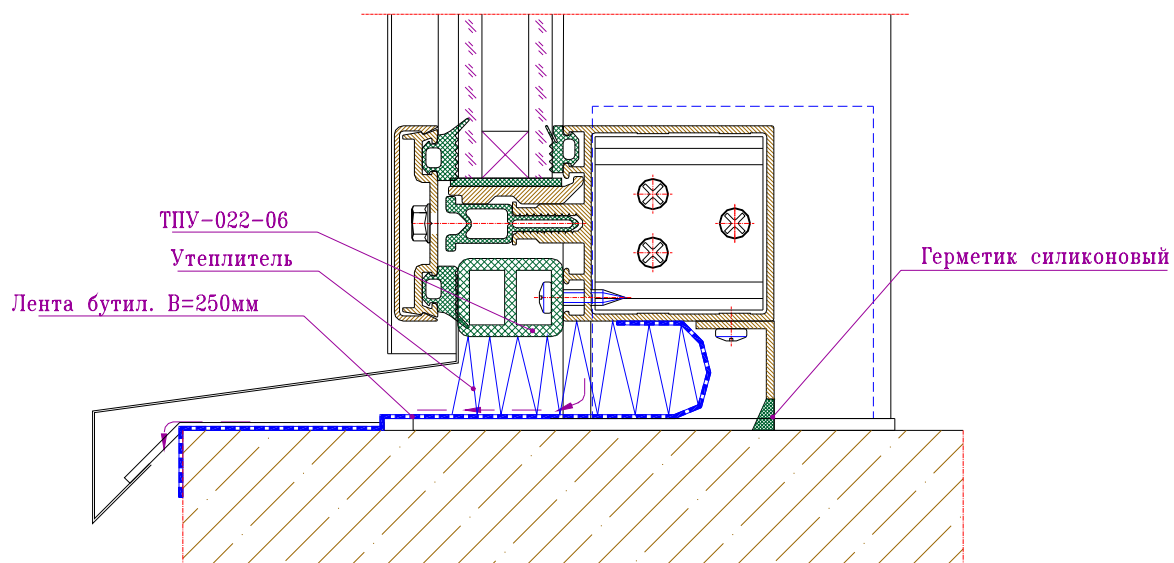

Рис.6-17 Установка слива
- Конструкция витража предусматривает установку слива (рис.6-17);